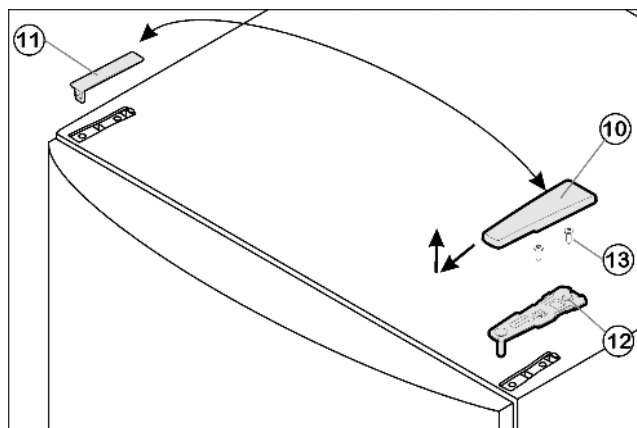

Fig. 5
- ▶ Wyjąć osłonę Fig. 5 (10) do przodu i do góry.
- ▶ Podnieść osłonę Fig. 5 (11).
- ▶ Odkręcić górną płytkę zawiasu Fig. 5 (12) (2 razy Torx® 25) Fig. 5 (13) i wyjąć ją do góry.
- ▶ Włożyć w drzwi górną płytkę zawiasu Fig. 5 (12) po nowej stronie zawiasów.
- ▶ Przykręcić mocno górną płytkę zawiasu Fig. 5 (12) (z siłą 4 Nm) (2 razy Torx® 25) Fig. 5 (13). Ewentualnie nakłuć otwory pod śruby lub użyć wkrętarki akumulatorowej.
- ▶ Zazębnić osłonę Fig. 5 (10) i osłonę Fig. 5 (11) odpowiednio po przeciwległej stronie.